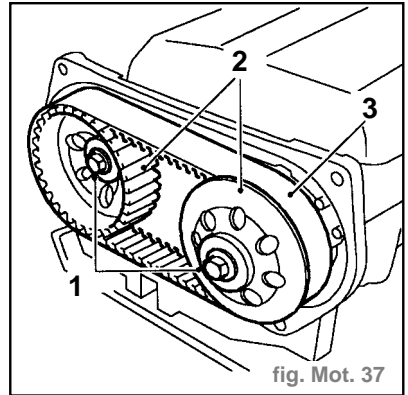

fig. Mot. 37
- Enlever le boulon maintenant chaque pignon arrière d'arbre à cames (1) (fig. Mot. 37).
- Déposer les deux pignons des arbres à cames (2).
- Déposer la courroie et la jeter (3).